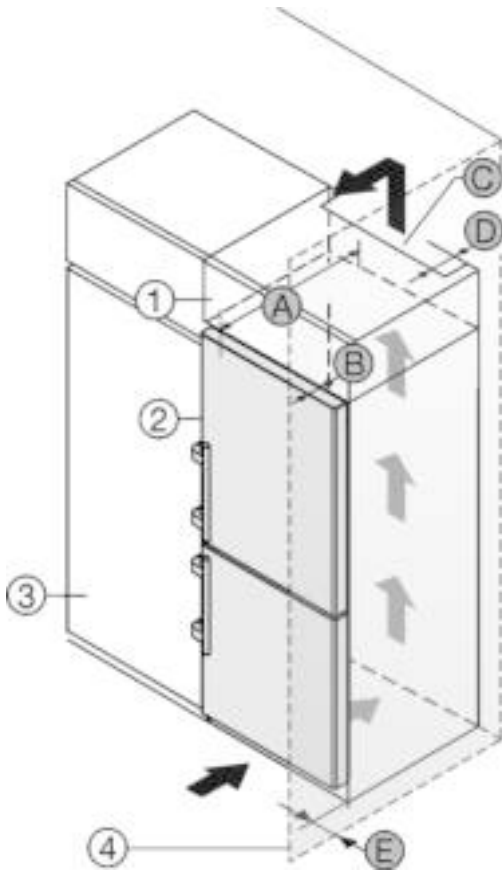

Fig. 47
Het apparaat kan in keukenkasten worden ingebouwd. Om het apparaat Fig. 47 (2) aan de hoogte van het keukenblok aan te passen, kan boven het apparaat een opzetkast Fig. 47 (1) worden aangebracht.
Het apparaat kan direct naast de keukenkast Fig. 47 (3) worden geplaatst. Om de deuren volledig te kunnen openen, moet het apparaat overeenkomstig de diepte Fig. 47 (B) t.o.v. het keukenkastfront uitsteken. Afhankelijk van de diepte van de keukenkast en het gebruik van de wandafstandhouders kan het apparaat verder uitsteken.
- Aan de achterzijde van de opzetkast moet een luchtafvoerkanaal met de diepte Fig. 47 (D) over de volledige breedte van de opzetkast aanwezig zijn.
- Onder het plafond moet de ventilatiedoorsnede Fig. 47 (C) worden aangehouden.
Wanneer het apparaat met de scharnieren naast een wand Fig. 47 (4) wordt geplaatst, moet de afstand Fig. 47 (E) tussen apparaat en wand worden aangehouden. Dit komt overeen met de uitsteekmaat van de handgreep bij geopende deur.